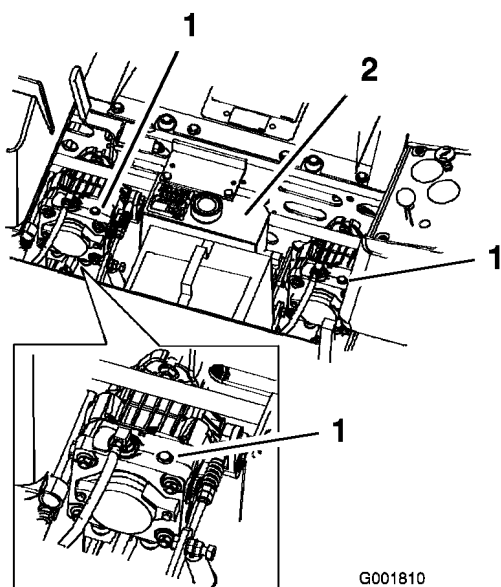

Figura 30
2. Girate le valvole di bypass in senso antiorario di un giro per spingere. Il fluido idraulico bypassa la pompa e permette alle ruote di girare (Figura 30).
Per utilizzare la macchina girate le valvole di bypass in senso orario di un giro (Figura 30).